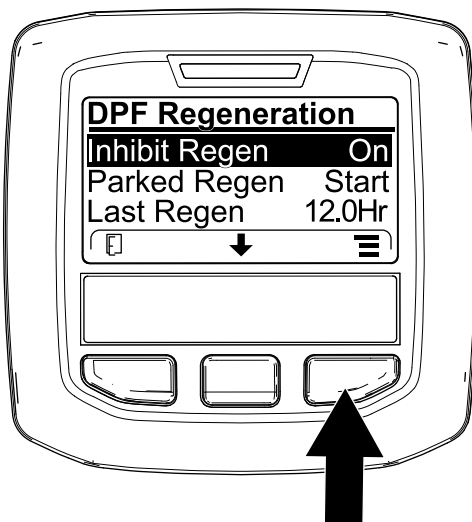
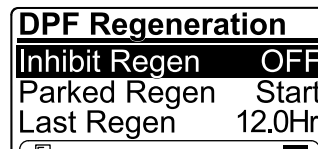

Bild 47
Bild 48
1. Navigieren Sie auf das Menü „DPF Regeneration“, drücken Sie die mittlere Taste und navigieren Sie auf die Option INHIBIT REGEN.; drücken Sie die rechte Taste, um den Eintrag „Inhibit Regen.“ auszuwählen (Bild 47).
2. Drücken Sie die rechte Taste, um die Einstellung für das Verhindern der Regenerierung von „On“ in „Off“ (Bild 47) oder von „Off“ in „On“ (Bild 48) zu ändern.